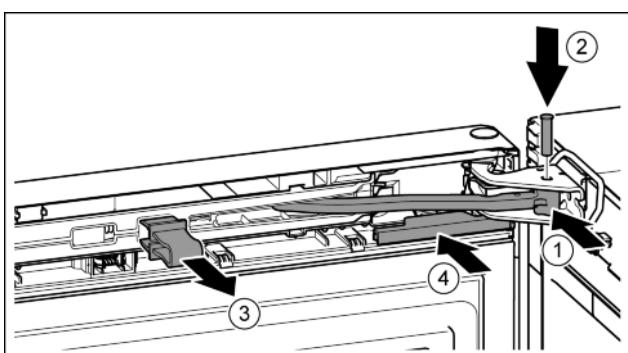

Fig. 25
- Поверніть шарнір в опорному кронштейні. Fig. 25 (1)
- Встановіть гвинт в опорний кронштейн та шарнір. При цьому виступ фіксатора повинен займати правильне положення в пазу. Fig. 25 (2)
- Зніміть запобіжник. Fig. 25 (3)
- Насуньте кришку. Fig. 25 (4)